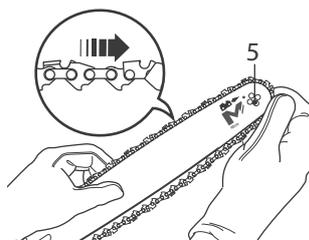

Fig. 6
- > Introduire la chaîne dans la rainure autour de la barre de guidage (Fig. 6).